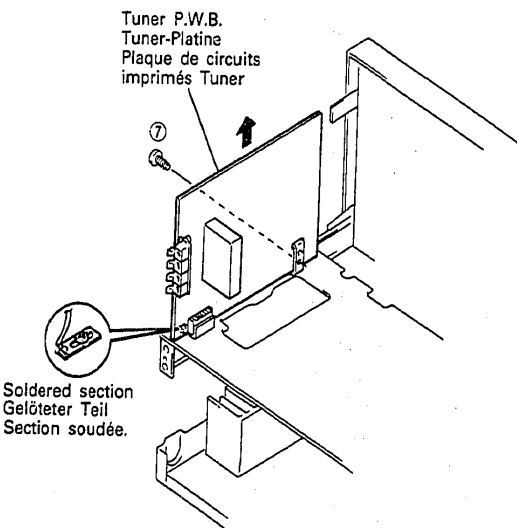

Fig. 3 Abb. 3
3. **Tuner-Platine (Abb. 3)**
3. **Plaque de circuits imprimés Tuner (Fig. 3)**